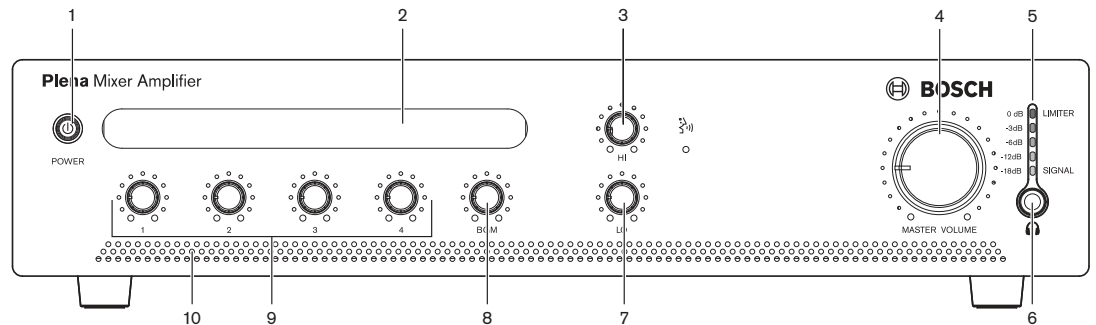

Рисунок 8.1 Передняя панель
1. Установите кнопку питания (1) на передней панели устройства в положение «Он» (Вкл.) (в нажатое положение) (см. *Рисунок 8.1*).
1. Установите кнопку питания (1) на передней панели устройства в положение «Off» (Выкл.) (в отжатое положение) (см. *Рисунок 8.1*).
Для изменения тембра используйте регуляторы высоких (Hi) и низких (Lo) частот (см. *Рисунок 8.1*, поз. 3 и 7).